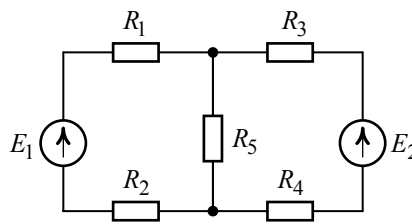

Рис. 2.1
Пользуясь законами Кирхгофа, рассчитать токи в ветвях схемы рис. 2.1, если  $E_1 = 100$  В,  $E_2 = 20$  В,  $R_1 = 40$  Ом,  $R_2 = 10$  Ом,  $R_3 = 20$  Ом,  $R_4 = 30$  Ом,  $R_5 = 100$  Ом.
1. Цепь рис. 2.1 содержит три ветви ( $m_b = 3$ ), два узла ( $n_y = 2$ ). Цепь питает два источника ЭДС  $E_1$  и  $E_2$ . Источники тока в цепи отсутствуют ( $n_t = 0$ ).